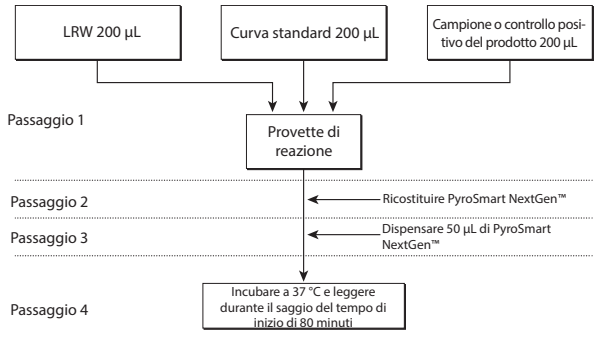

Figura 4 - Uno schema della procedura di analisi per i saggi nel lettore di provette
- Preparare la sessione del test come mostrato nella figura 4. L’impostazione del test è descritta di seguito in maniera più dettagliata.